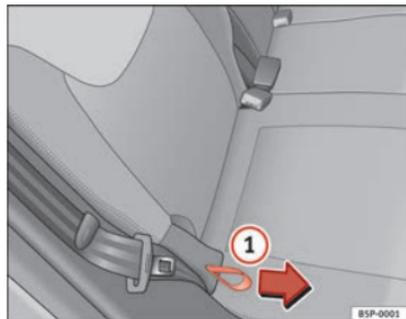

Fig. 96 Regular a inclinação do encosto, banco traseiro
- Segurar o encosto do banco, em cima. Puxar a pega lateral do banco ⇒ Fig. 96 ① no sentido da seta e mantê-la nessa posição. Empurrar ao mesmo tempo o encosto para trás, para a posição pretendida e soltar a pega.